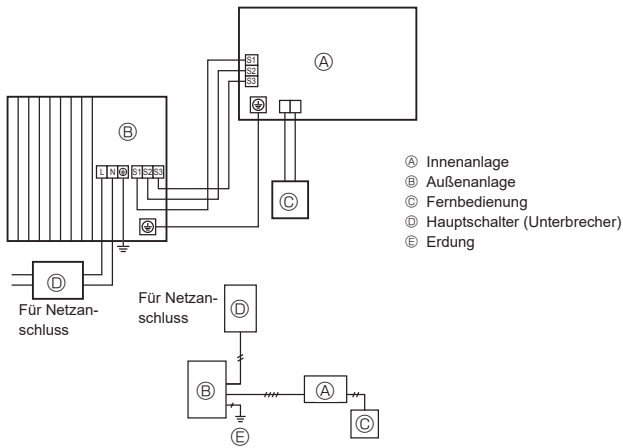

Fig. 6-1
6.1. Außenanlage (Fig. 6-1, Fig. 6-2)
- ① Die Bedienungsplatte abnehmen.
- ② Die Kabel gemäß der Fig. 6-1 und der Fig. 6-2 verdrahten.